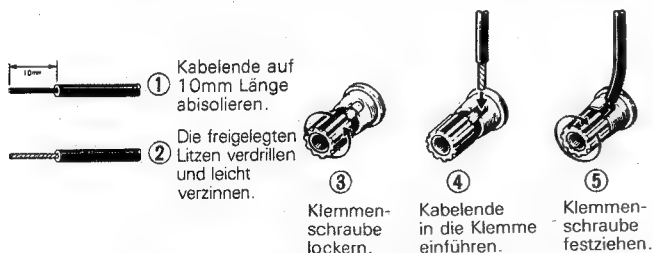

Fig. 3 Lautsprecheranschluß mit gewöhnlichem Kabel
- Den linken Lautsprecher gemäß Fig. 3 mit den Klemmen LEFT SPEAKERS B, den rechten mit den Klemmen RIGHT SPEAKERS B verbinden.